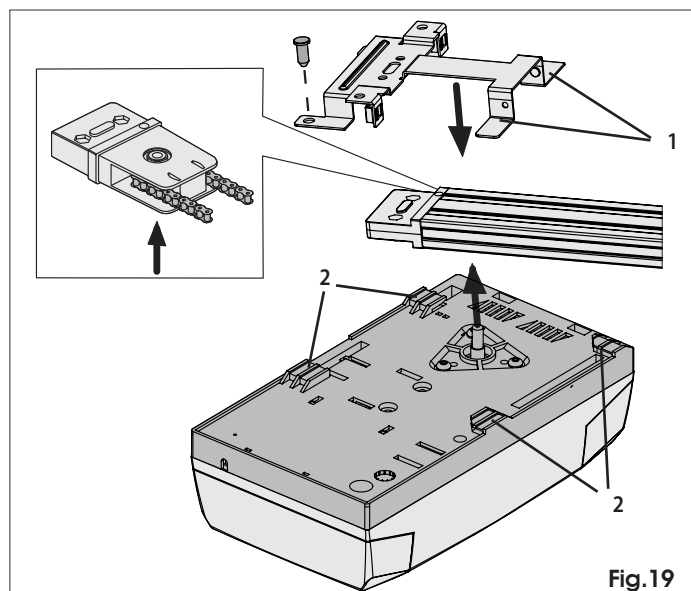
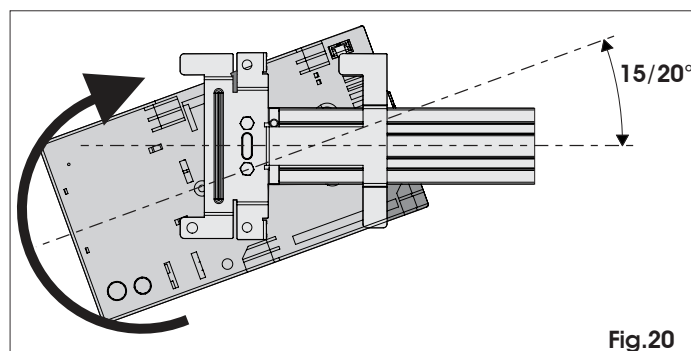
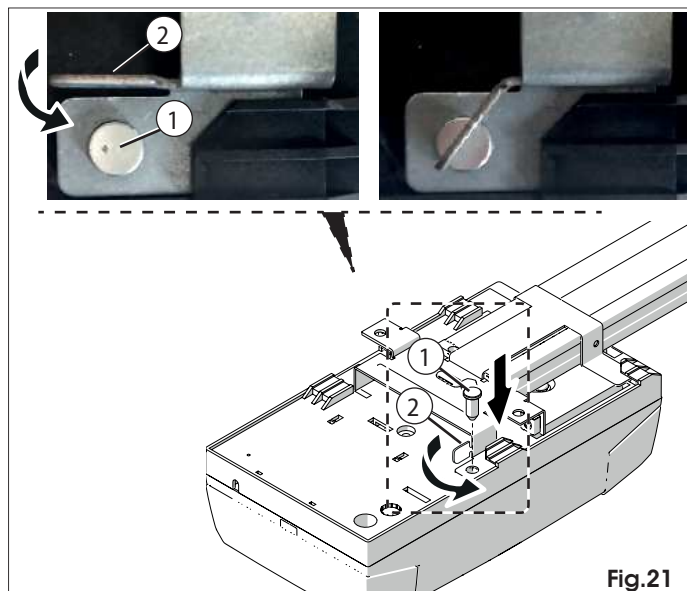

Fig. 19
Fig. 20
Fig. 21
- 1) Utrzymując napęd w pozycji nachylenia o $15^\circ/20^\circ$ (Rys. 20), włożyć wałek motoreduktora w złączkę obecną w tylnym mocowaniu prowadnicy przesuwnej i przybliżyć klipsy (Rys. 19 odn. 1) do gniazd na spodzie podstawy napędu (Rys. 19 odn. 2).
- 2) Obrócić napęd w kierunku przedstawionym na Rys. 20, aż do osiągnięcia pozycji przedstawionej na Rys. 21.
- 3) Włożyć kołek zabezpieczający (Rys. 21 odn. 1). Odgiąć zakładkę mocującą (odn. 2).